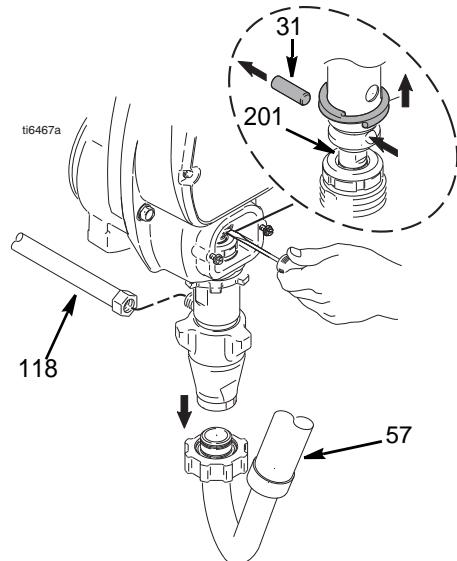

FIG. 16
3. FIG. 16. Stopp pumpen med stempelstangen (201) i den laveste stillingen.
5. FIG. 16. Fjern slangen (118) og sugeslangen (57). Bruk en skrutrekker til å presse låsefjæren opp; press pinnen (31) ut.